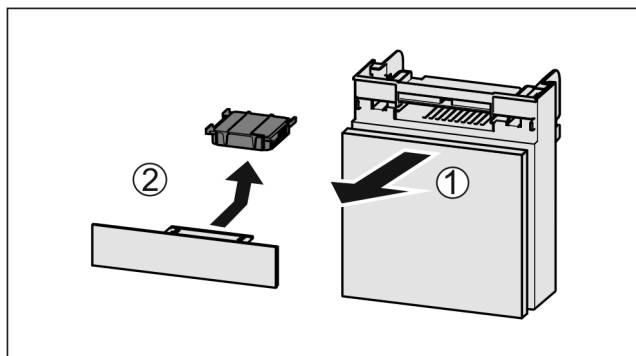

Fig. 76
- Extraire le compartiment par l'avant Fig. 76 (1).
- Sortir le filtre à charbon actif Fig. 76 (2).